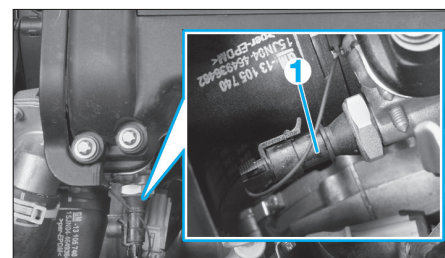

Fig. 18
- Débrancher le connecteur du capteur de pression d'huile (1) (Fig.18).